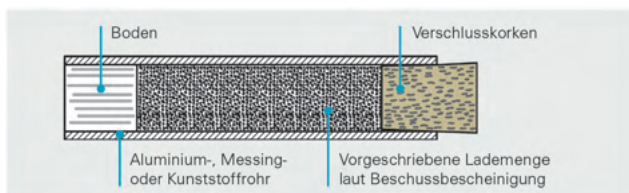

Abb. 40: Dosierung der Pulvermenge für einen Schuss (abgepackte Einzelladung)
- Die vorgeschriebenen Pulverladungen sind abzuwiegen oder mit einem Messbecher entsprechend den Angaben in der Beschussbescheinigung als abgepackte Einzelladungen vor dem Schießen abzufüllen (s. Abb. 40). Aus Sicherheitsgründen hat dies möglichst bereits zu Hause, in einem geschlossenen Raum, zu erfolgen. Während dieser Tätigkeit sind der Aufenthalt unbefugter Personen, offenes Licht und Feuer sowie das Rauchen im Raum verboten.